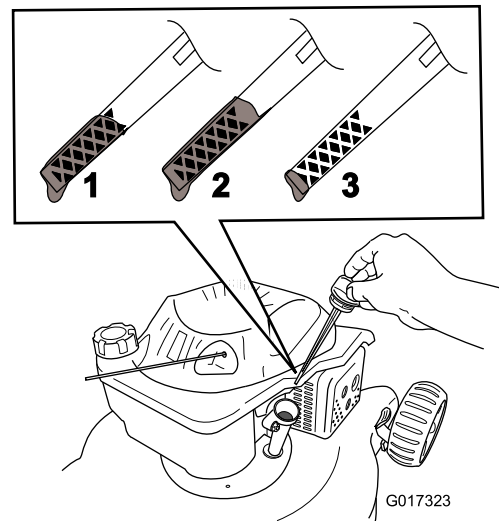

Figure 8
2. Retirez la jauge (Figure 8) et versez de l'huile dans le tube de remplissage pour remplir le carter jusqu'aux 3/4 de sa capacité.
5. Sortez de nouveau la jauge et vérifiez le niveau d'huile (Figure 8).